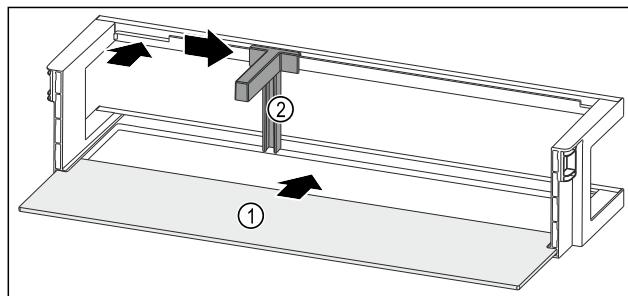

Fig. 98 Рафт на врата с рафт
- ▶ Вкарайте рафта Fig. 98 (1) в страничните прорези.
- ▶ Поставете преградата за бутилки Fig. 98 (2) в прореза.
- ▶ Плъзнете преградата за бутилки Fig. 98 (2) настрани до желаната позиция.